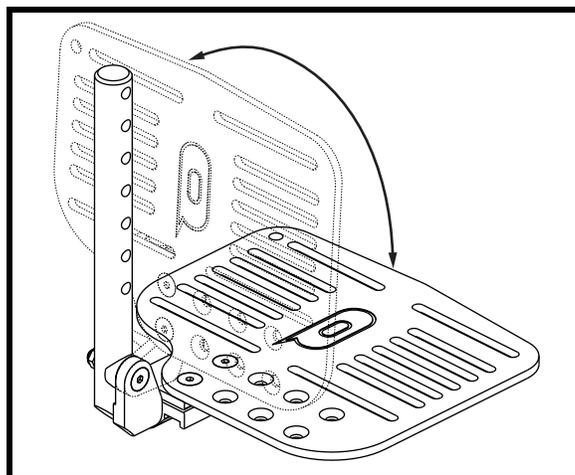

Figure 29. Pour relever les palettes
Les palettes possèdent deux réglages distincts: l'angle et la profondeur. La profondeur peut être réglée sur quatre (4) positions à 2.5-cm (1-po) d'interval. Si la position de la palettes est inversée, vous pouvez ajouter 2 cm (0.75 po) de profondeur totale vers l'avant ou vers l'arrière. **Voir la figure 29.** De plus, les palettes peuvent être relevés pour faciliter les transferts. **Voir la figure 29.**